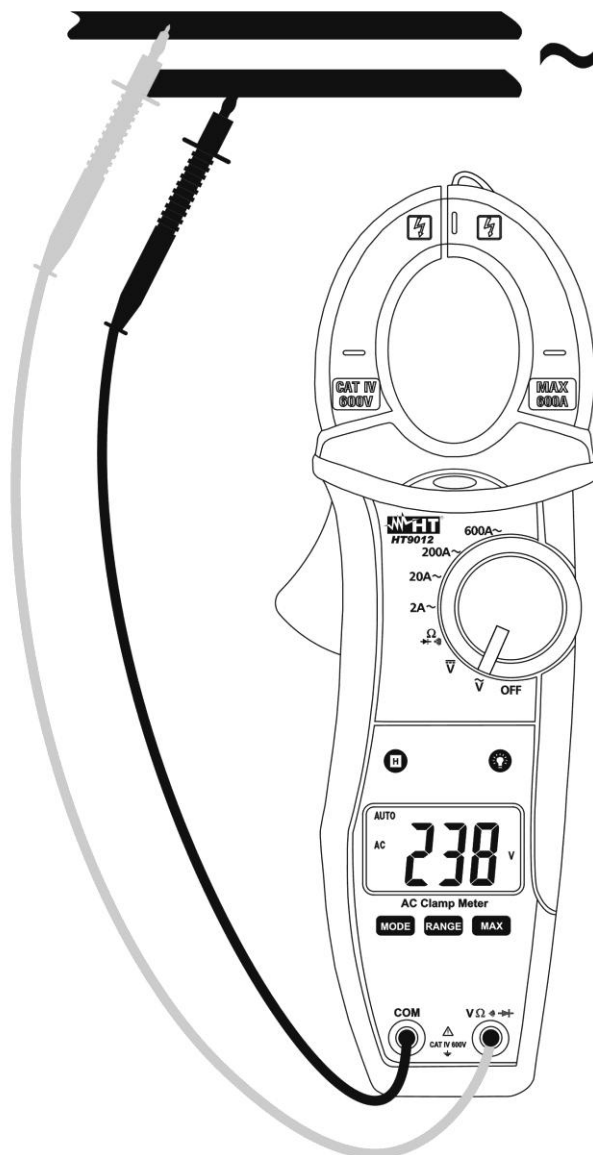

Fig. 4: Uso da pinça para medição de Tensões CA
4. Inserir o cabo vermelho no terminal de entrada $V\Omega\rightarrow\sim$ e o cabo preto no terminal de entrada **COM** (ver Fig. 4)